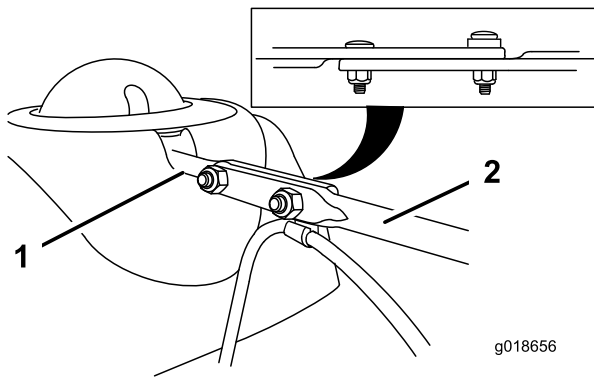

Figure 15
- 3. Alignez l'extrémité plate arrière de la longue tige d'orientation de l'éjecteur sur l'extrémité plate avant de la tige courte qui part du panneau de commande de façon à les engager l'une dans l'autre (Figure 15).